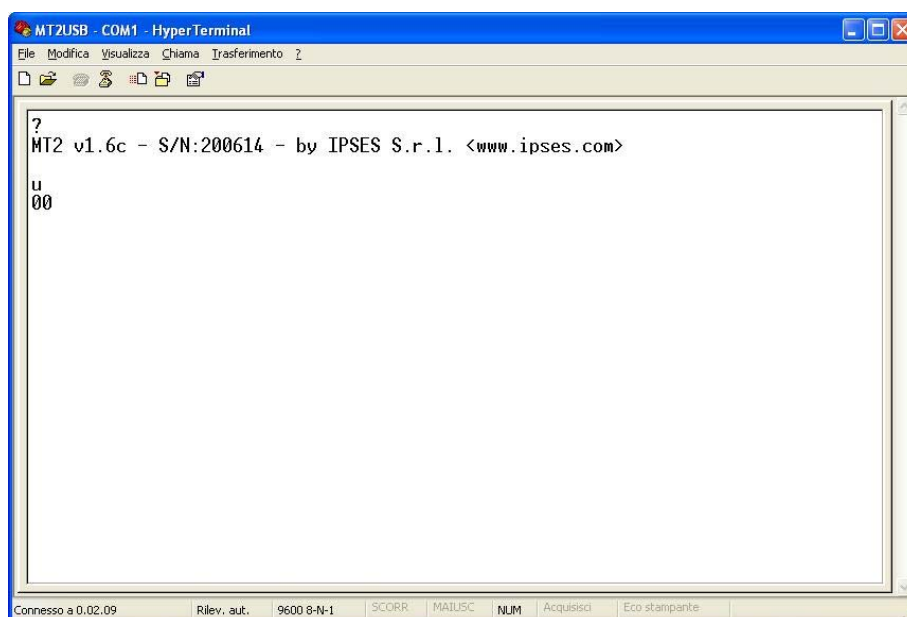

Figura 37: richiesta del registro di stato
Digitando di seguito gli altri comandi si può quindi comunicare ed operare con la scheda MT2(MS) attraverso la porta seriale (in Figura 37 viene illustrata la richiesta del registro di stato effettuata subito dopo la richiesta firmware).